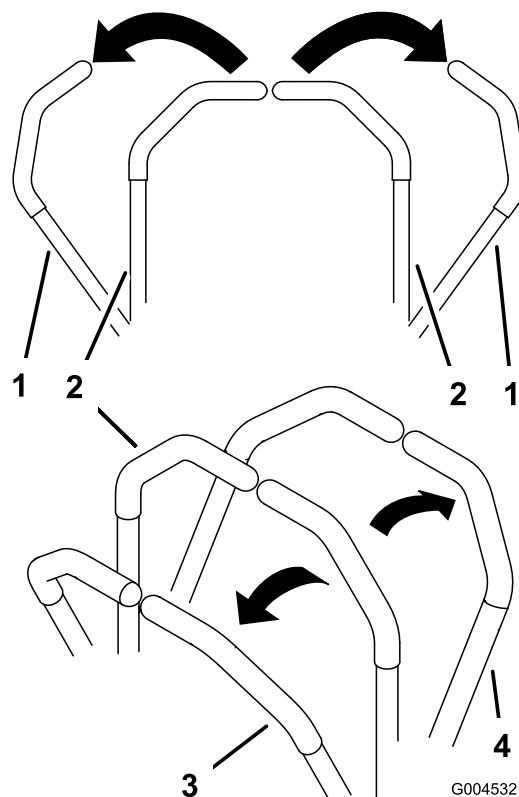

Figura 16
3. Para ir hacia adelante, empuje lentamente las palancas de control de movimiento hacia adelante (Figura 16).
Para ir recto, aplique la misma presión a ambas palancas de control de movimiento (Figura 16).
Para girar, mueva la palanca de control de movimiento hacia punto muerto en el sentido en el que desea girar (Figura 16).
2. Para ir hacia atrás, tire lentamente de las palancas de control de movimiento hacia atrás (Figura 16).
Para girar, deje de empujar la palanca de control de movimiento del lado al que desea girar (Figura 16).